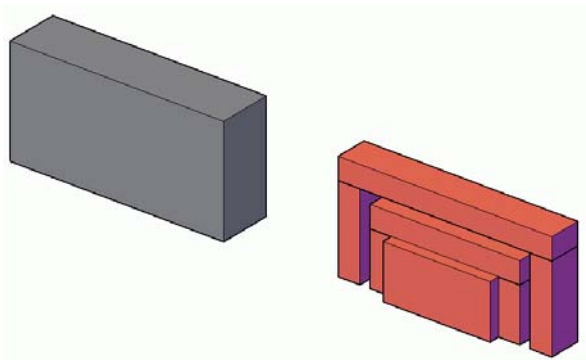

Abb. 4
1. Im ersten Schritt wird ein Quader in der Größe des gesuchten Objektes generiert ... 400x100x200 (Abb. 4 links)
2. Dann werden Quader generiert, die genau in den „Hohlraum“ des fertigen Objektes passen (Abb. 4 rechts).